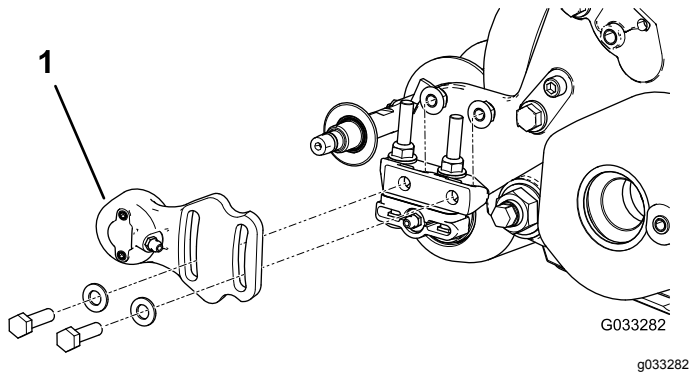
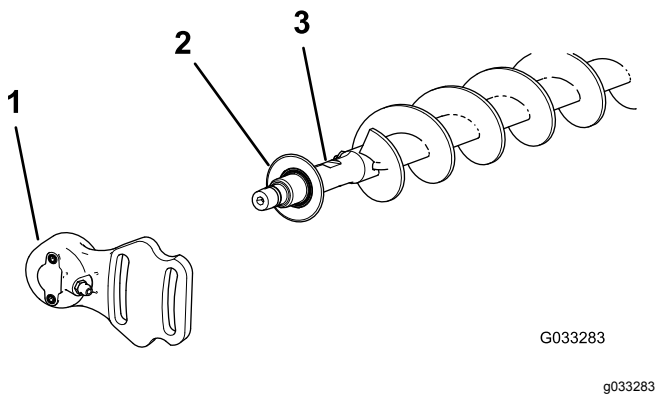

Figure 17
Figure 18
1. Si une brosse à rouleau est montée sur l'unité de coupe, enlevez les 2 boulons, rondelles et écrous qui fixent le logement de roulement libre au support de fixation du logement de roulement (Figure 17 et Figure 18).
2. Faites glisser le logement de roulement libre et le joint d'étanchéité pour les déposer de l'arbre de la brosse (Figure 18).
9. Montez le joint d'étanchéité et le logement de roulement libre sur l'arbre de brosse (Figure 18).